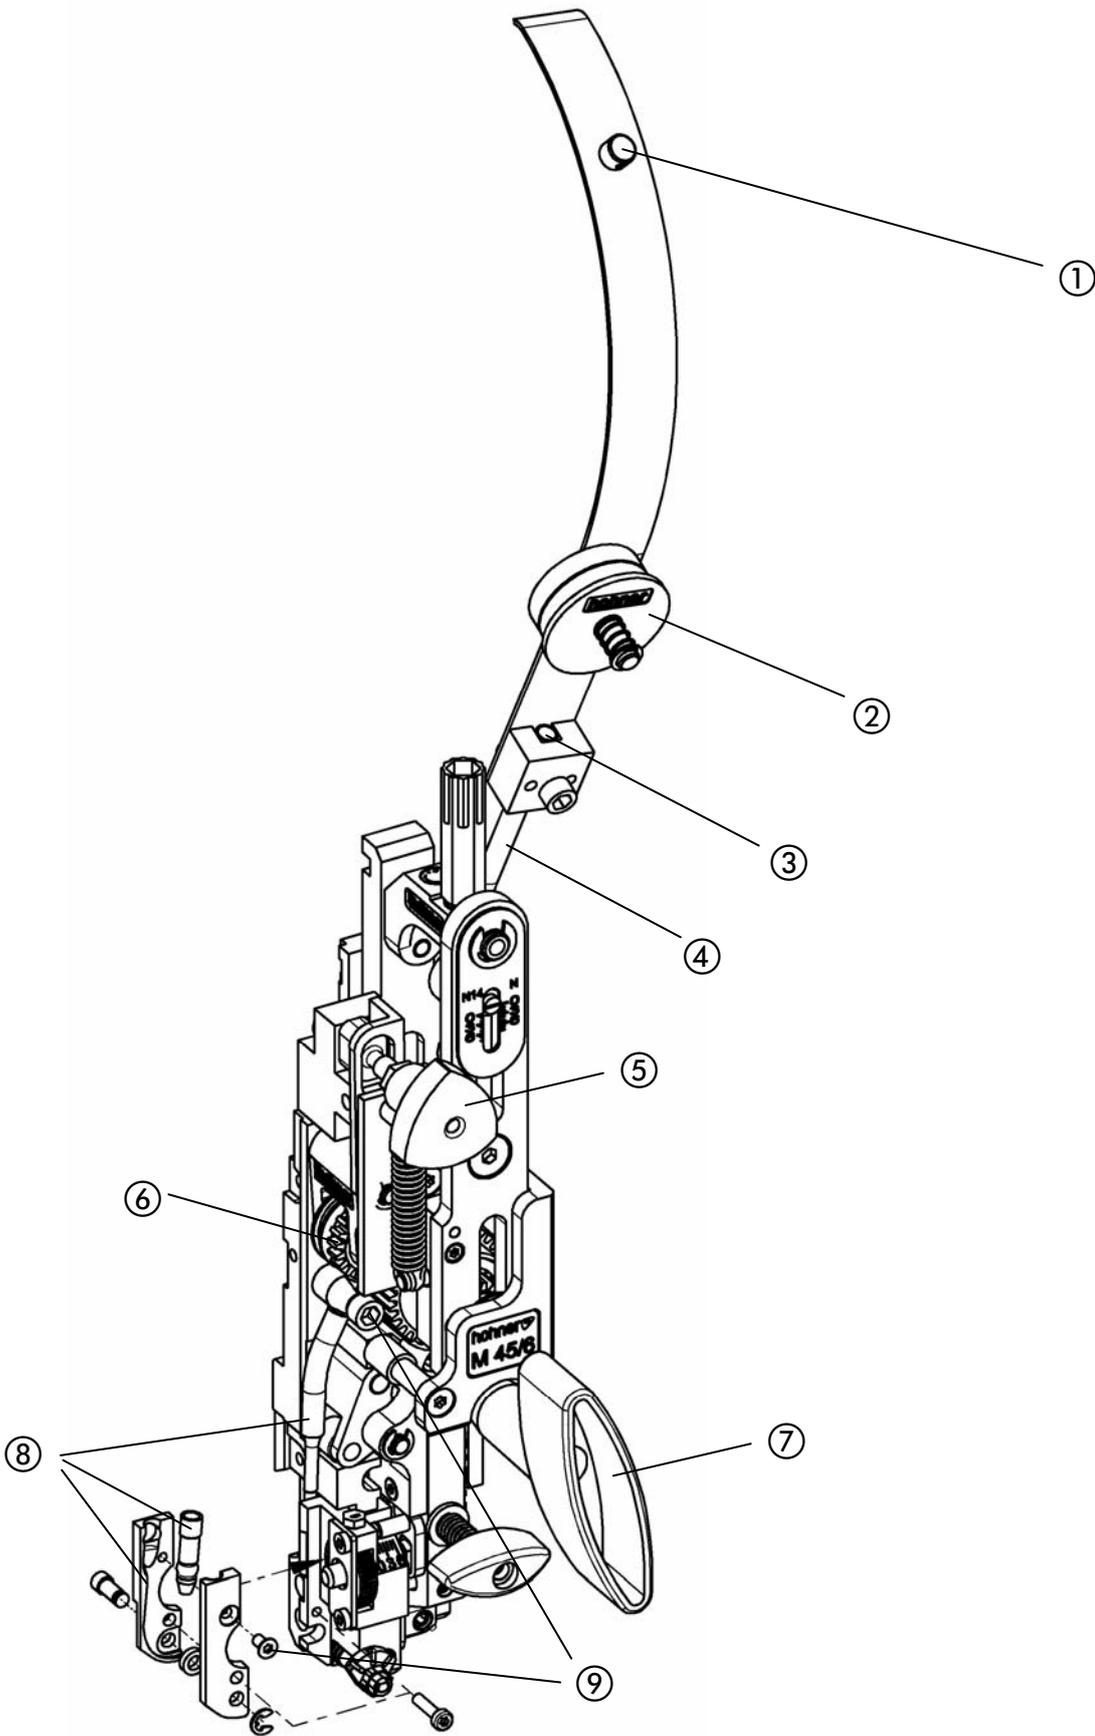

Abb. 9
- Abb. 9 -
- Drahttransport abstellen (Dreikantgriff ⑤ in "Mittelstellung" bringen).
- durch die Öse ① des Drahtbügels - zwischen den beiden Filzscheiben ② durch in den Trichter ③ - durch das Drahtführungsrohr ④ bis zwischen die beiden Transportrollen ⑥.
- Drahttransport wieder anstellen (Dreikantgriff ⑤ nach links oder rechts drehen).
- Stellgriff ⑦ aufsetzen.
- Draht durch Rechtsdrehen des Stellgriffs ⑦ bis zum Messer weitertransportieren.